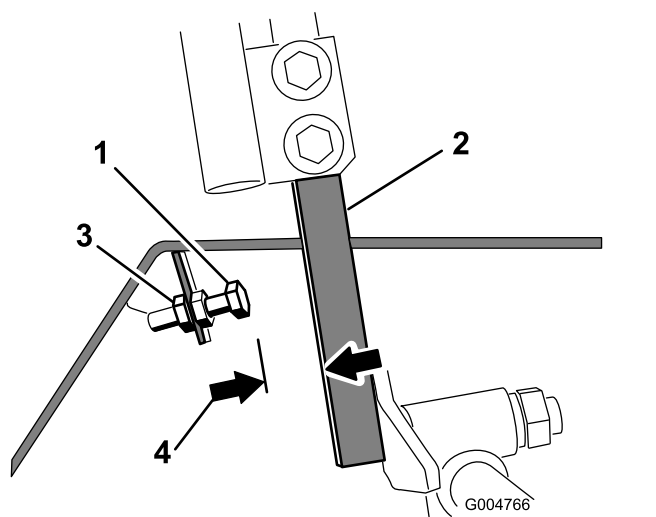

Рисунок 55
4. Ослабьте контргайку на упорном болте рычага управления (Рисунок 55).